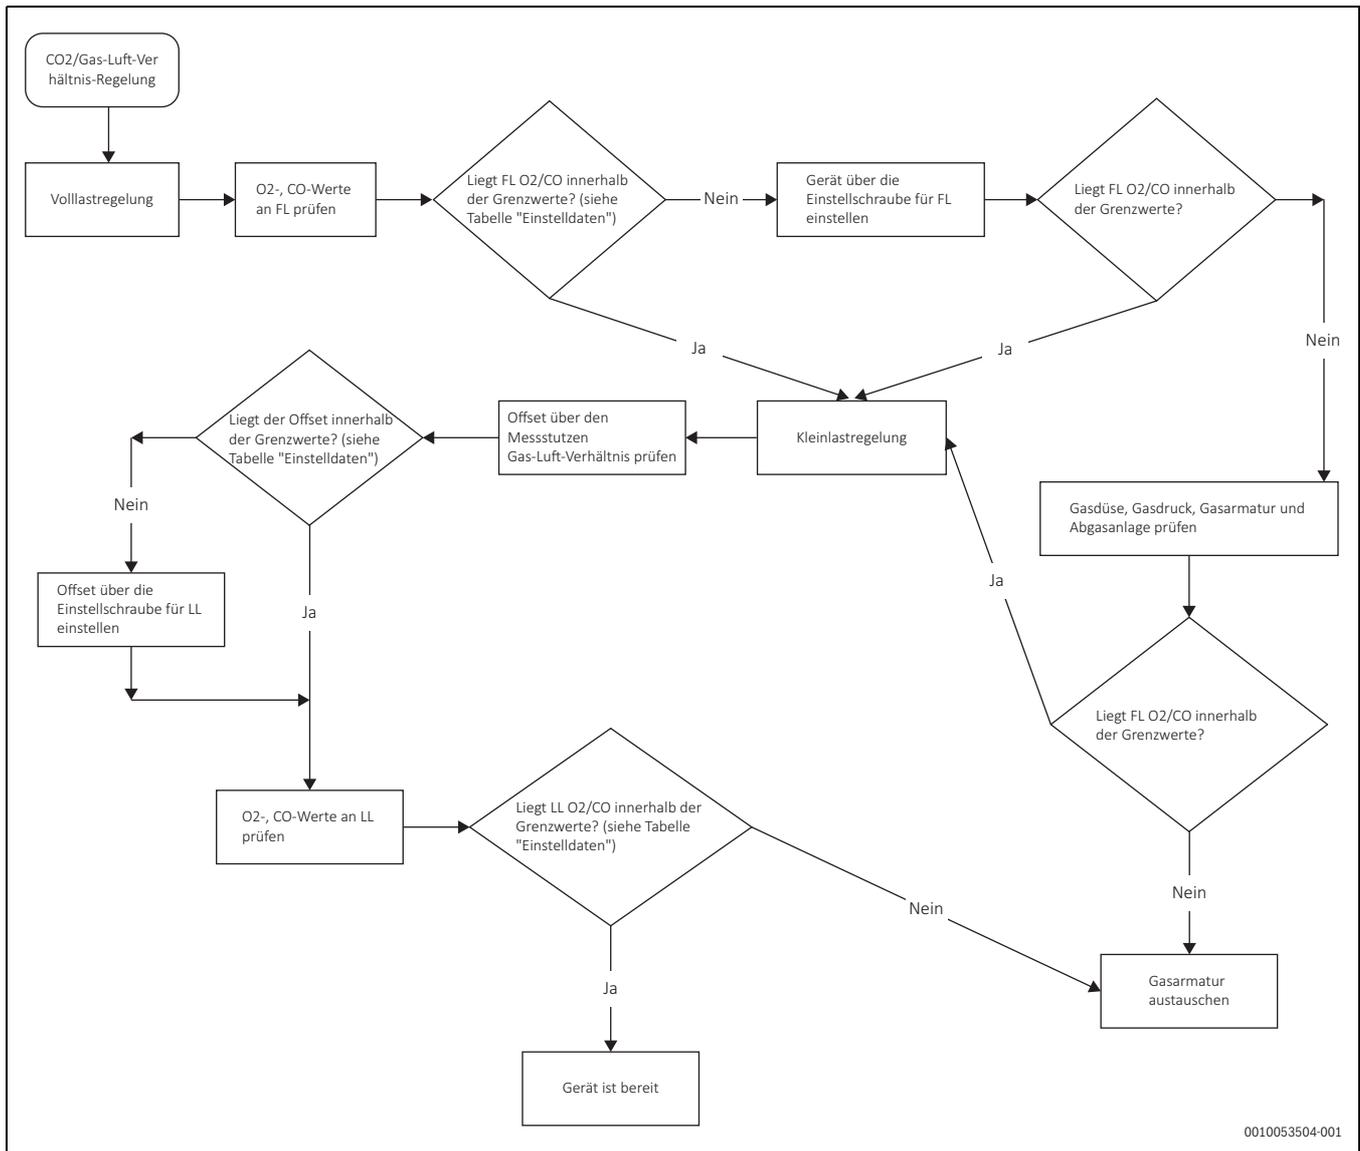

Bild 35 Ablaufdiagramm Einstellanleitung
Die Einstellschraube des Geräts wurde werkseitig verplombt. Hier sind keine Einstellungen vorgesehen. Bei defekter Plombe entsprechend der Einstellanleitung vorgehen (→ Bild 35 "Ablaufdiagramm Einstellanleitung").
- ▶ Bevor Einstellungen an der Gasarmatur vorgenommen werden, Schritte aus der Einstellanleitung laut Ablaufdiagramm (→ Bild 35 "Ablaufdiagramm Einstellanleitung") ausführen.